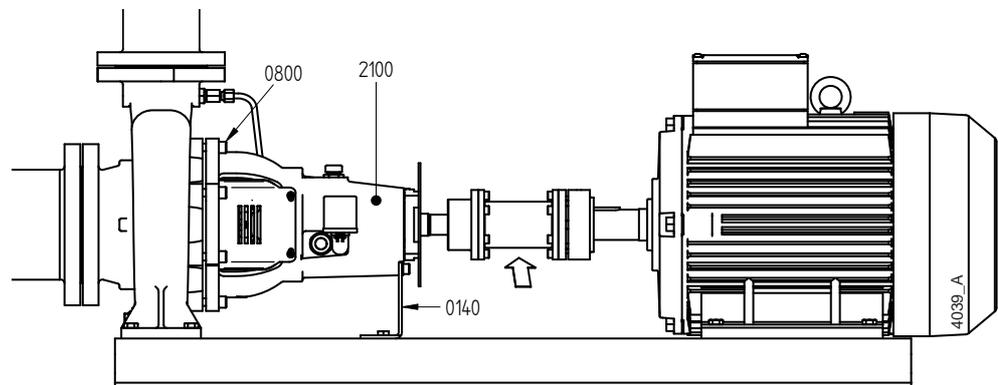

Figure 17: Principe du système Back Pull Out.
- 3 Dégagez la béquille (0140) de la plaque de fondation, voir figure 17.